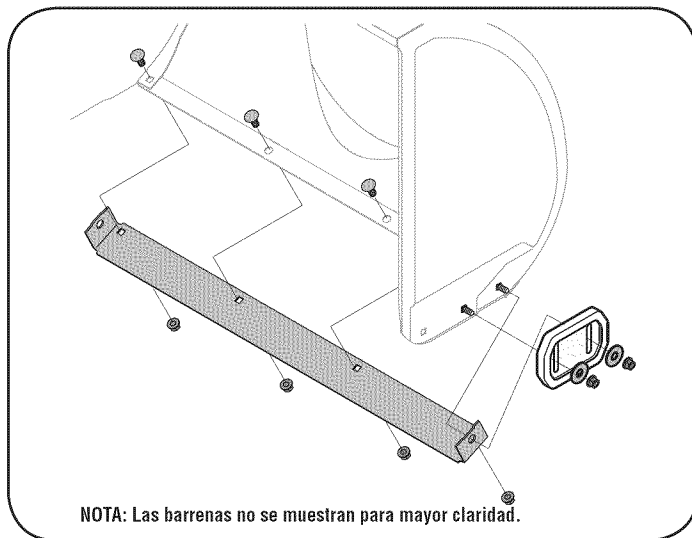

Figura 18
2. Monte las nuevas zapatas antideslizantes con cuatros pernos de carro (dos en cada lado), arandelas, y las tuercas de brida hexagonales. Consulte la Figura 18.